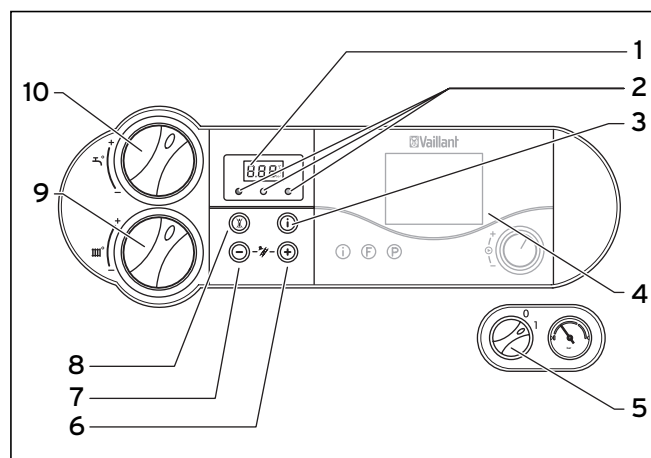

Рис. 4.2 Элементы управления
До тех пор, пока на дисплее отображается символ, температура подающей линии отопления и горячей воды на выходе будет задаваться посредством принадлежности **vnetDIALOG**, т.е. прибор работает не с такими, как установленные на ручках настройки (9) и (10) на рис. 4.2 температурами.
- изменением настройки температуры на ручках настройки (9) или (10) на рис. 4.2 более чем на ± 5 K.
- нажатием кнопки (8, рис. 4.2) „Устранение сбоев“ или